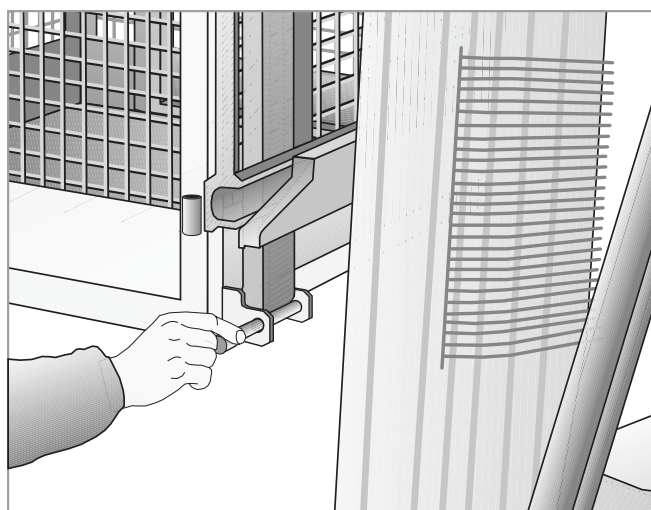

Fig. 5.2.6
- Appliquer la goupille (**fig. 5.2.5**), afin d'assurer la configuration finale illustrée à la **fig. 5.2.6**.